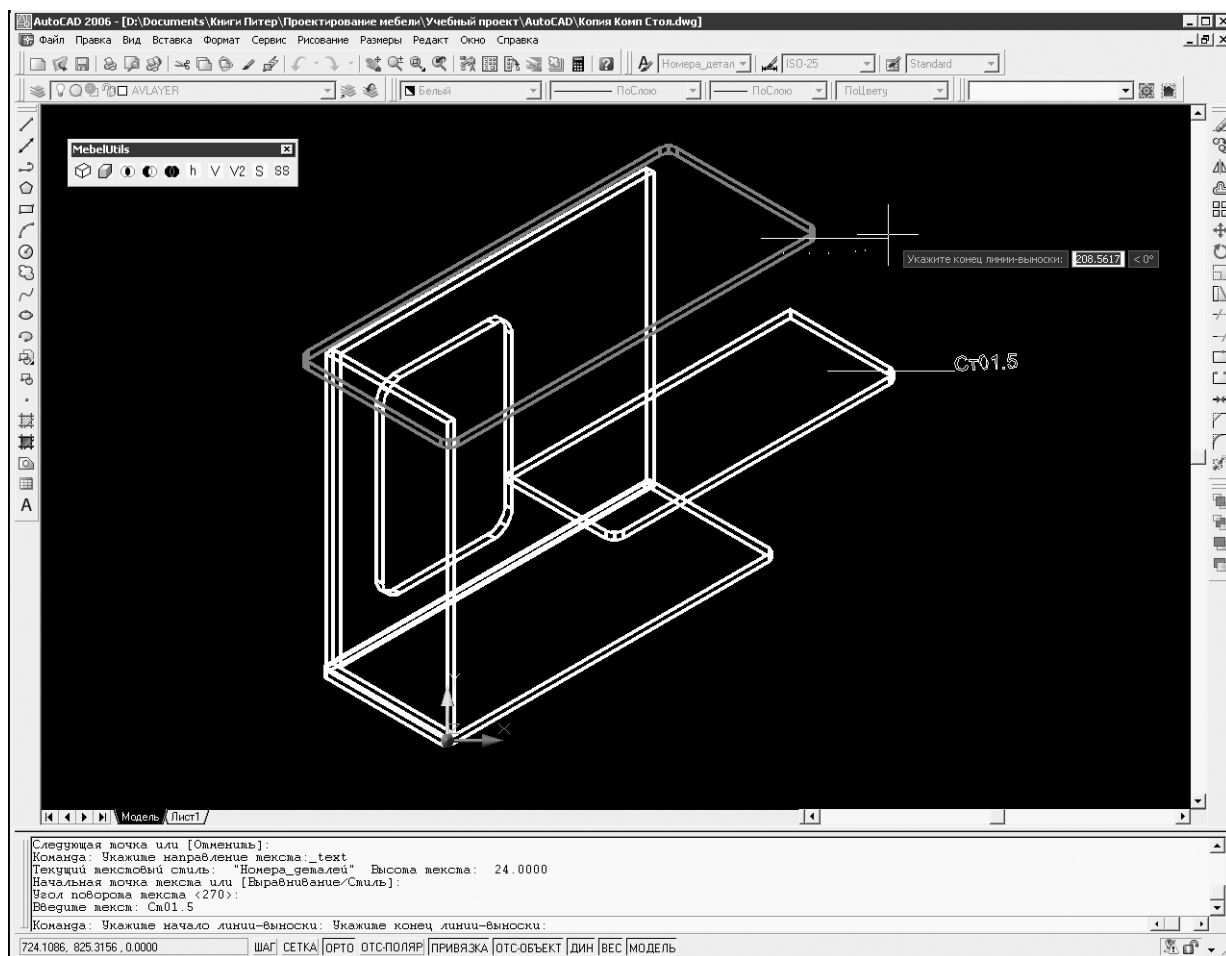

Рис. 5.32
10. Выполним команду Данные ▶ Расставить номера — откроется окно программы AutoCAD, в котором одна из деталей подсвечена красным цветом. Щелкнем кнопкой мыши там, где должно находиться начало линии-выноски для этой детали, затем там, где располагается конец линии, и наконец на месте расположения текста. На чертеже появится линия-выноска с номером детали, а подсвечена будет следующая деталь (рис. 5.32).